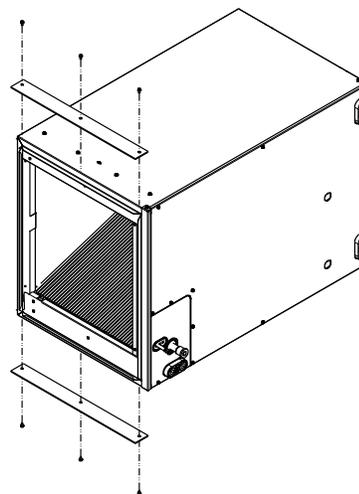

Figure 8 – Plaques de fixation horizontale à droite
1. Utilisez des plaques de fixation fabriquées sur place pour fixer le serpentin à l'appareil de chauffage (Figure 8).